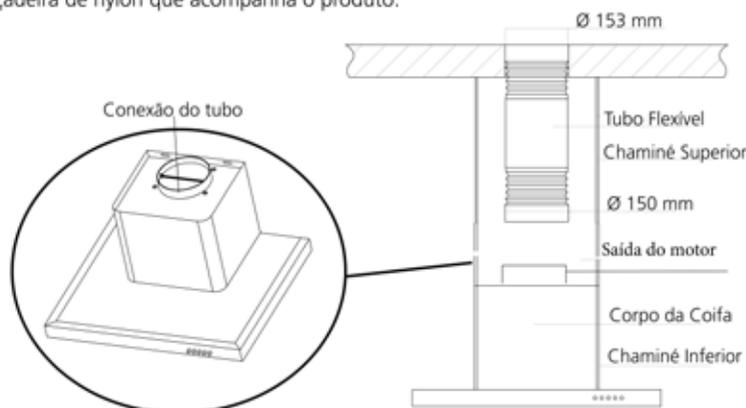

Fig. 11
- Encaixar o tubo flexível na saída do motor, pressionar até o seu perfeito encaixe (fig. 11), e colocar a abraçadeira de nylon que acompanha o produto.